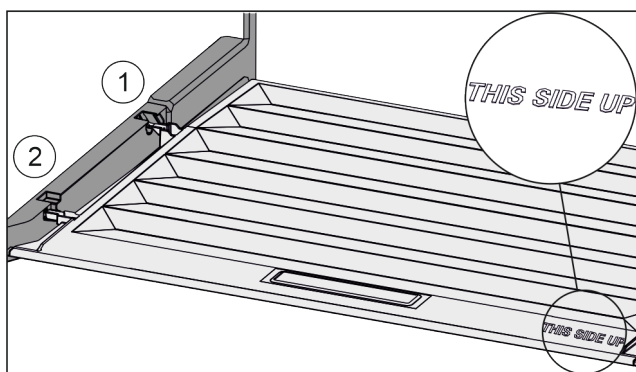

Fig. 98
- ▶ Inserire le nervature del coperchio attraverso l'apertura del supporto posteriore Fig. 98 (1) e innestare anteriormente nel supporto Fig. 98 (2).